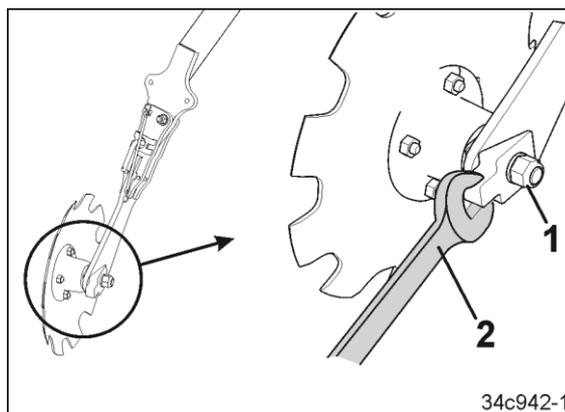

Fig. 312
- 5.1 Die Lagermutter (Fig. 312/1) lösen, nicht abschrauben.
- 5.2 Die Arbeitsintensität der Spurscheibe durch Verdrehen des Lagers mit einem Sechskantschlüssel (Fig. 312/2) so einstellen, dass sie auf leichten Böden etwa parallel zur Fahrtrichtung und auf schweren Böden mehr auf Griff steht.
- 5.3 Die Lagermutter (Fig. 312/1) festziehen.